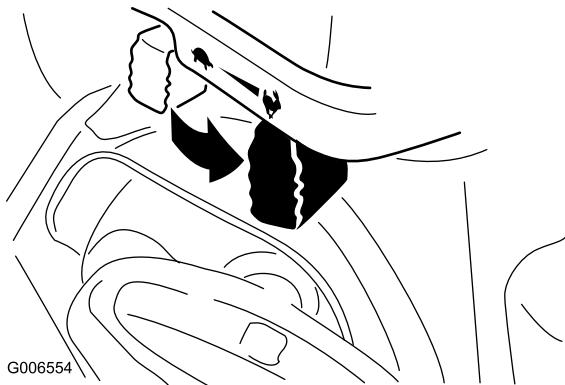

Figure 25
6. Placez la manette d'accélérateur en position haut régime (Figure 25).